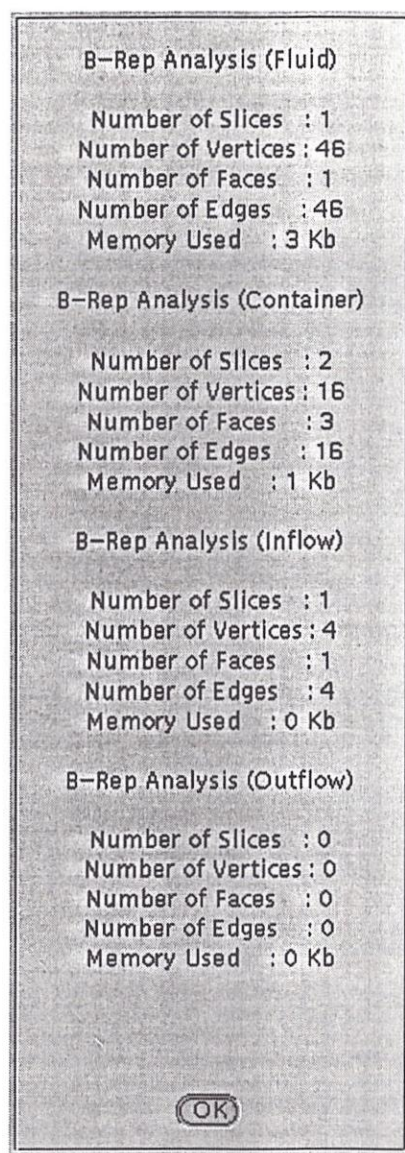

Figura 1.10: Informações sobre a estrutura B-Rep
- *B-Rep Information*: apresenta informações da estrutura B-Rep do fluido, contêiner, injetor e ejetor, como números de fatias, vértices, faces, arestas e memória utilizada, como mostra a figura 1.10.